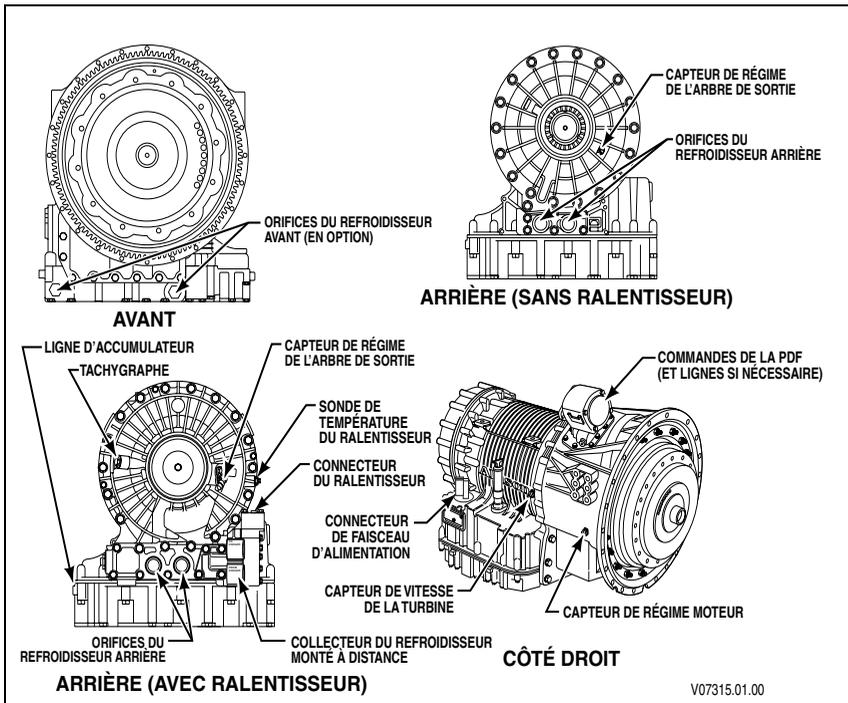
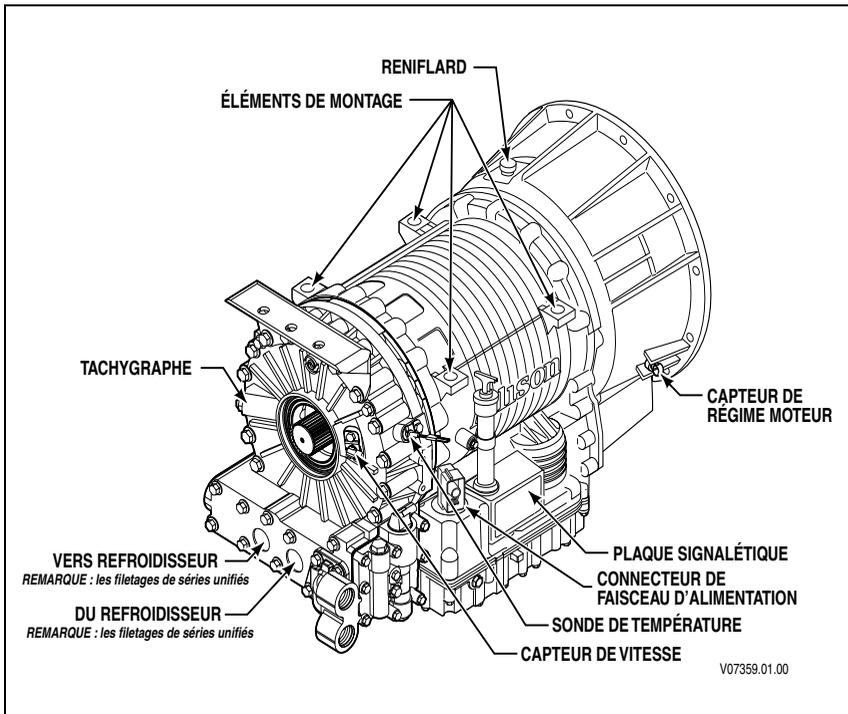

Figure 3-1. Emplacements à déconnecter du groupe de produits 4000
Figure 3-2. Emplacements à déconnecter du groupe de produits 3000
20 voies en position sur le connecteur d'alimentation de la transmission. Reportez-vous à la Figure 3-1 ou la Figure 3-2. Empêchez toute pénétration d'impuretés ou d'humidité dans un connecteur débranché. Placez le faisceau de fils de façon à ce qu'il ne gêne pas la dépose de la transmission.
- Pour les transmissions du groupe de produits 4000, débranchez les capteurs (reportez-vous à la Figure 3-1) de régime (moteur) de l'arbre d'entrée, de la turbine et de l'arbre de sortie.
- Débranchez le faisceau de fils de la thermistance de température du ralentisseur, le capteur de régime de l'arbre de sortie et le connecteur du boîtier de soupapes du ralentisseur. Le cas échéant, débranchez le câble du tachygraphe de l'orifice arrière du carter de ralentisseur (reportez-vous à la Figure 3-2).